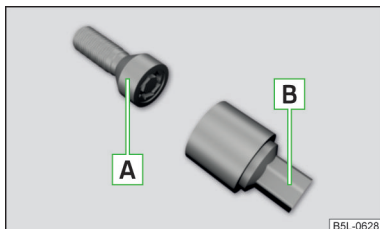

Fig. 334
Los tornillos de rueda antirrobo protegen a las ruedas contra robos. Se pueden **soltar/apretar** solamente con el suplemento [B] » fig. 334 .
- Introducir el suplemento [B] » fig. 334 hasta el tope sobre el tornillo de rueda antirrobo [A].
- Introduzca la llave de rueda hasta el tope sobre el tornillo de rueda. Usar el suplemento para los tornillos de la rueda antirrobo correspondientes » fig. 334 de la pág. 298.